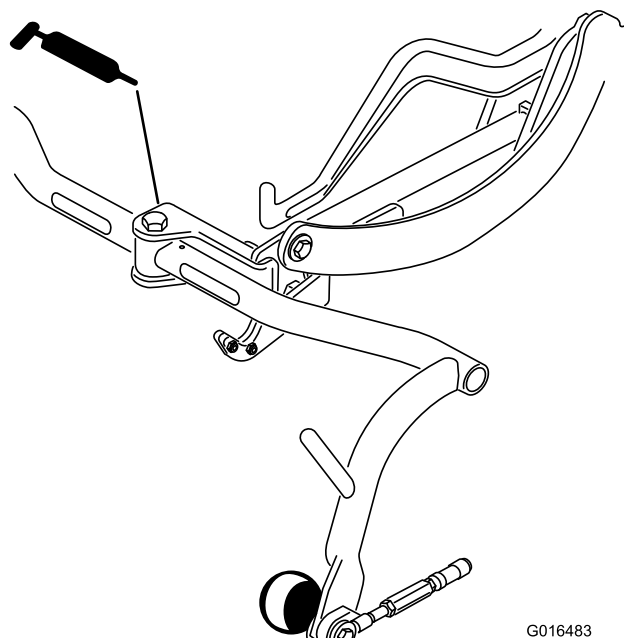

Figura 37
- Pivote del bastidor de tiro (3) Figura 37